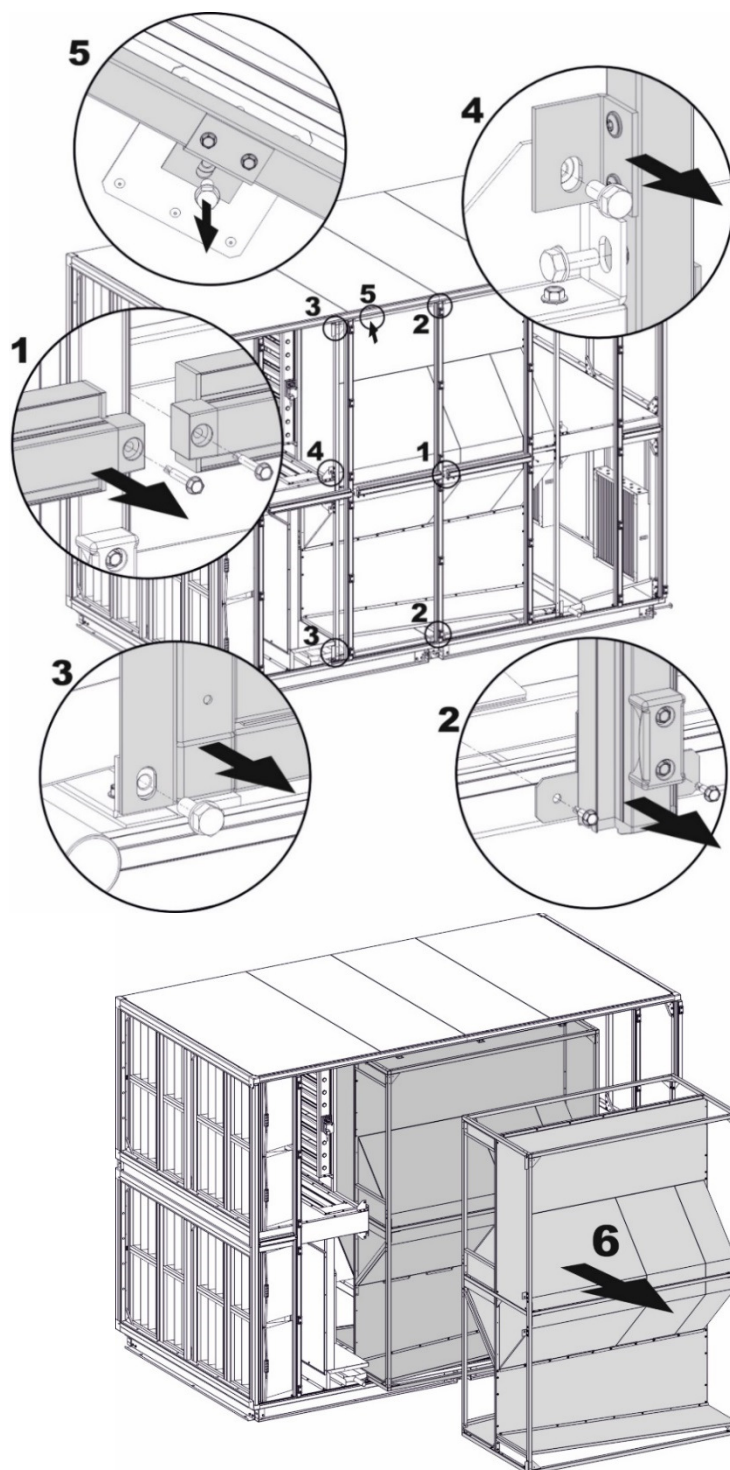

Рис.23. Демонтаж гексагональных теплообменников с агрегатов типоразмера VVS 75-650
- 1.Открутите винты, удерживающие горизонтальные накладки (поз.1, рис.23), и снимите их;
- 2.Открутите винты, фиксирующие средние стойки сверху и снизу (поз.2, рис.23) и снимите их;
- 3.Открутите болты, фиксирующие кожух теплообменника. Болты располагаются сверху и снизу (поз.3, рис.23) и центральной части секции (поз.4, рис.23). В агрегатах типоразмеров VVS 75-230 имеется дополнительное потолочное крепление (поз. 5, рис.23);
- 4.Снимите кожух теплообменника с АНУ (поз. 6, рис.23).